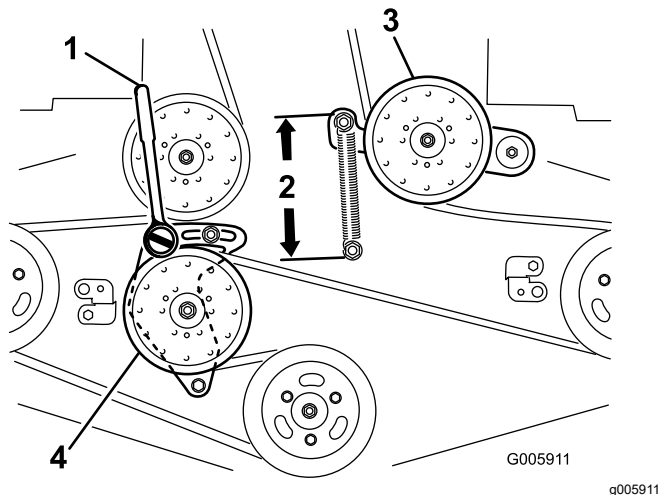

Figura 89
6. Desaperte o braço intermédio fixo e ajuste-o para aliviar a tensão da correia Figura 89
9. Utilize um roquete com uma extensão curta ou barra de torção no orifício quadrado no braço intermédio fixo (Figura 89).
11. Para aumentar a tensão da correia, rode o roquete ou a barra de torção no sentido contrário ao dos ponteiros do relógio para mover o braço intermédio fixo até haver 16,5 cm entre os ganchos da mola (Figura 89).